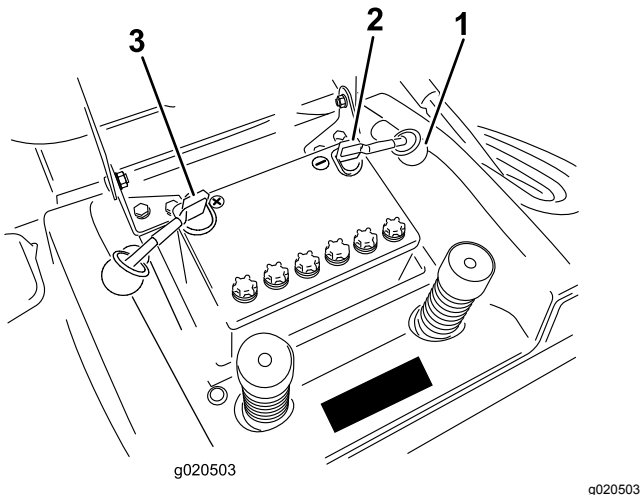

Figura 34
7. Desconecte el cable negativo de tierra (negro) del borne de la batería (Figura 34).
9. Desconecte el cable positivo (rojo) del borne de la batería (Figura 34).
1. Coloque la batería en el chasis con los bornes hacia la parte trasera de la máquina (Figura 34).
3. Usando el perno y la tuerca de mariposa, conecte el cable positivo (rojo) al borne positivo (+) de la batería (Figura 34). Deslice la cubierta de goma sobre el borne de la batería.
4. Usando el perno y la tuerca de mariposa, conecte el cable negativo (negro) al borne negativo (-) de la batería (Figura 34). Deslice la cubierta de goma sobre el borne de la batería.